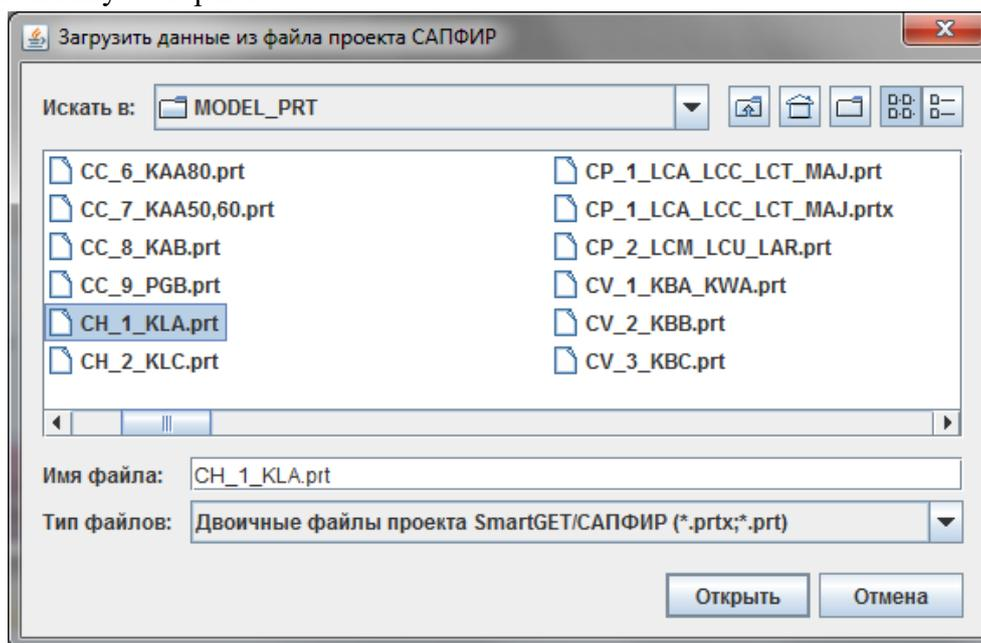

Рисунок 6 – Окно загрузки проекта
- убедиться, что появилось окно загрузки проекта (Рисунок 6 –);